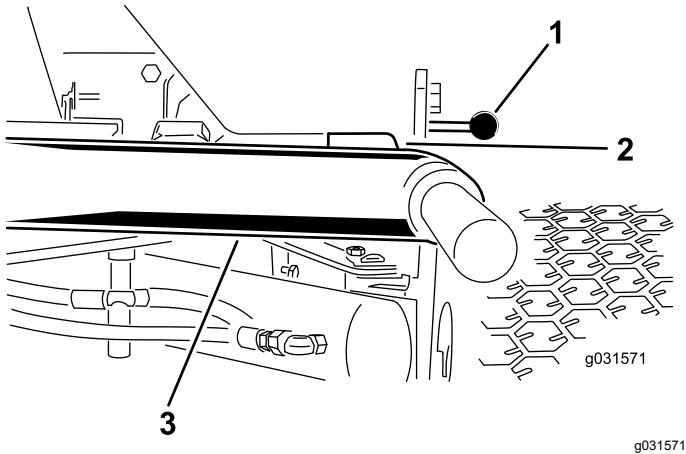

Bild 12
1. Lassen Sie den Motor an, heben die Mähwerke an und vergewissern Sie sich, dass der Abstand zwischen jedem Hubarm und der Halterung der Bodenplatte zwischen 5 mm und 8 mm liegt, siehe (Bild 12).